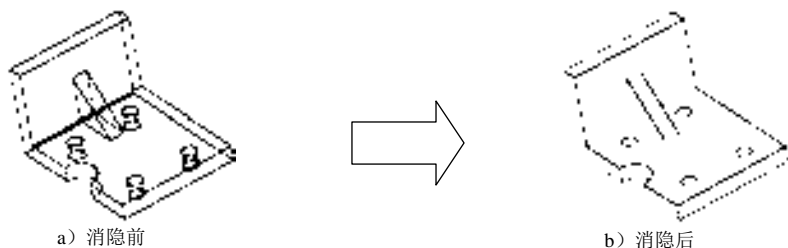

图 13.2.6 图形消隐效果
在默认状态下,系统是以线框方式显示对象的。消隐是指消除三维对象的线框图中隐藏在其它表面后的线条,增强三维对象的立体感。选择下拉菜单 视图(V) → 消隐(H) 命令(或在命令行中输入命令 HIDE),可执行消隐操作。图 13.2.6 显示了图形消隐的前后效果。